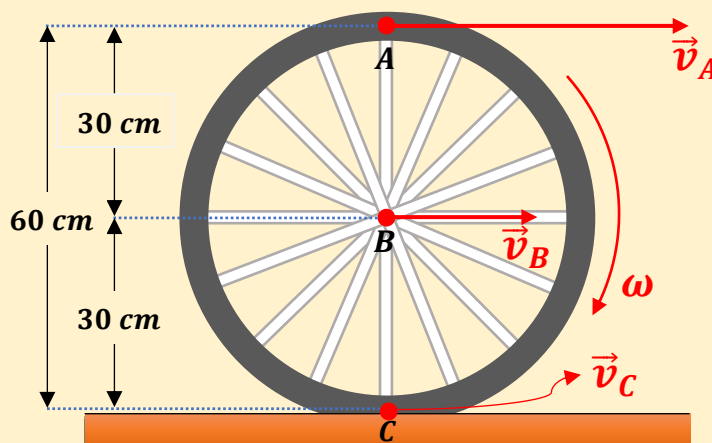

Figura 7.13: Exercício Resolvido 7.01 – Roda homogênea de raio 30 cm descrevendo um movimento de rolamento.
7.01 – A **Figura 7.13** a seguir mostra uma roda homogênea de raio $R = 30\text{ cm}$ em movimento de rolagem com velocidade angular constante. Considere a frequência de giro da roda igual 2 Hz , $\pi = 3,14$ e calcule a velocidade angular da roda, além da velocidade linear para os pontos **A**, **B** e **C** da imagem.